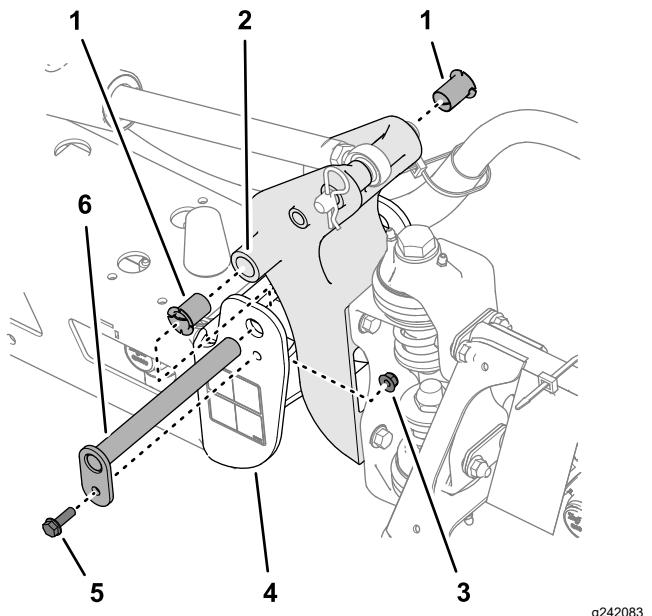

Figure 108
3. Retirez le boulon et l'écrou qui fixent l'axe de pivot puis déposez l'axe (Figure 108).
5. Déposez et examinez les bagues en nylon à l'avant et à l'arrière du support de pivot (Figure 108).
6. Lubrifiez les bagues en nylon avec un peu d'huile et posez-les dans le support de pivot (Figure 108).
7. Alignez les trous du support de pivot et les trous du profilé d'extrémité (Figure 108).